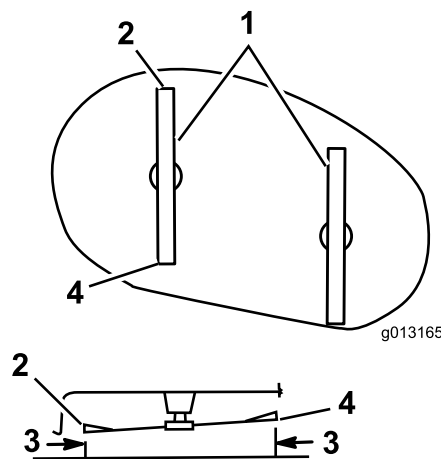

Figura 43
1. Misurate la distanza tra la punta anteriore della lama sinistra e la superficie piana (Figura 43). Ripetete la procedura per la punta posteriore della lama sinistra.